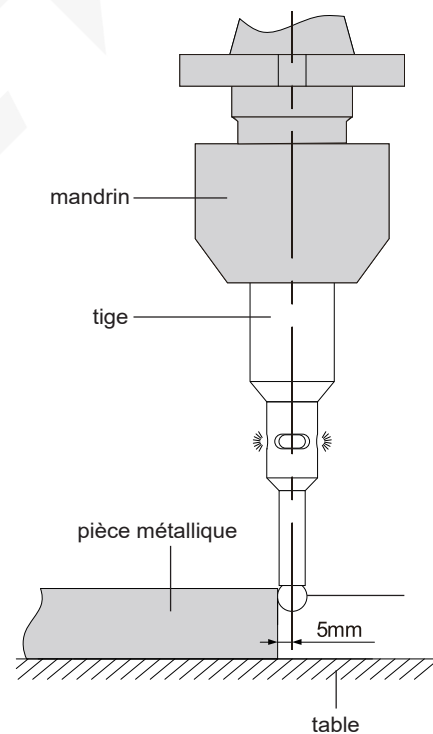

fig.3
2. La tige est reliée électriquement à la pièce métallique via le mandrin et la table. La LED s'allume et le signal sonore (6572-2) retentit lorsque la bille touche délicatement la pièce (fig. 3). À ce moment-là, la distance entre l'axe du détecteur de bord et la surface de la pièce métallique est de 5 mm.